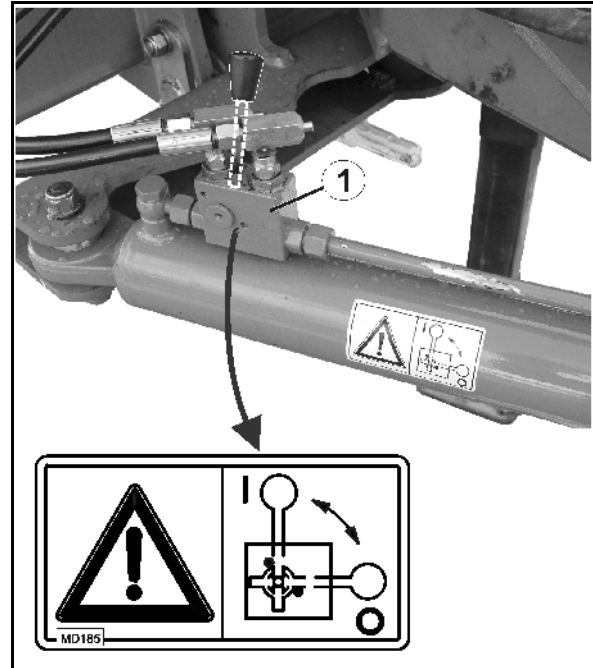

Рис. 27
4. Заблокируйте направляющее дышло, закрыв запорный кран (Рис. 27/1) в положении **0**.